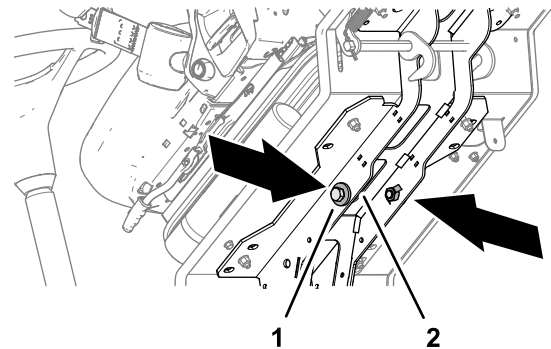

Figura 40
3. Inclinate la pedana in avanti e rimuovete i 2 bulloni da 12 x 40 mm e le 2 rondelle da 12 mm conservati nelle guide di sostegno della pedana (Figura 40).